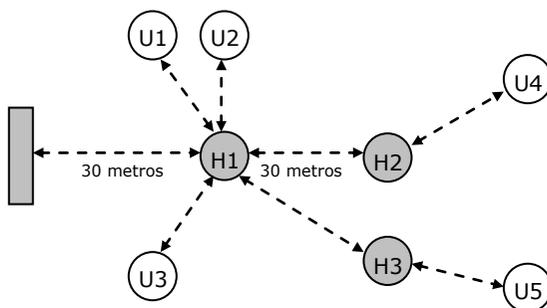

Figura 3.1 – Laço de comunicação
Observe na figura 3.1 abaixo que a unidade S4 está a mais de 60 metros da central, mas ainda faz parte da rede.
Observando a figura 3.1 levantamos os seguintes números:
*Tabela 3.1 – Quantidades do sistema apresentado na figura 3.1*
Observando a figura 3.1 levantamos as conexões:
*Tabela 3.3 – Quantidades do sistema apresentado na figura 3.1*
Por exemplo, quando gravamos a unidade **U2** do sistema apresentado na figura 3.1, a central informa a unidade de que ela participa de uma rede X (capítulo 2) e que está conectada ao hub **H1**.
Utilizando novamente a unidade **U2** do sistema da figura 3.1, ao localizá-lo no menu de gravação a tela acima será apresentada.
Utilizando o HUB **H2** do sistema da figura 3.1 como exemplo, localizando-o no menu de gravação a tela acima seria apresentada.